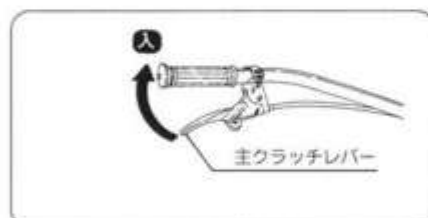

図14
- ② 主クラッチレバーを左手でゆっくり握りクラッチが入ります。(図14)
- ③ 坂道や凸凹カーブの多い道路では高速運転をしないでください。